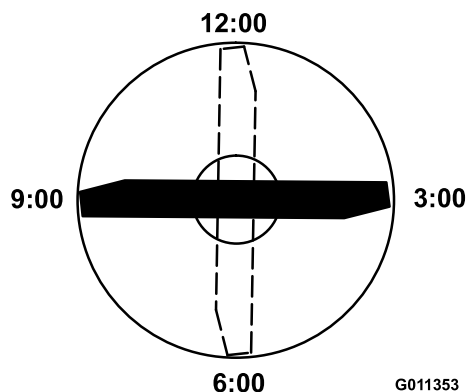

Figura 122
4. Posicione a extremidade de corte da extremidade marcada da lâmina nas 12 horas (a direito na direção do corte) (Figura 122) e meça a altura da mesa à extremidade de corte da lâmina.
5. Rode a extremidade marcada da lâmina para as posições das 3 horas e das 9 horas (Figura 122) e meça as alturas.